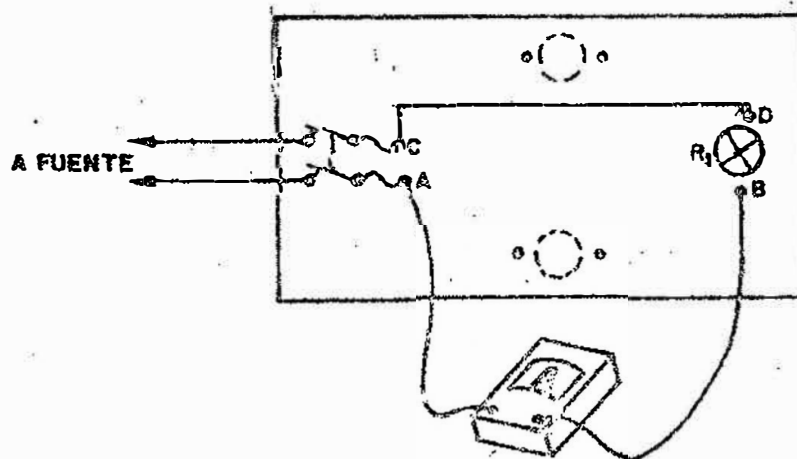

FIGURA 2
7. Retire el conductor A - B y realice la conexión que se muestra en la figura 2.